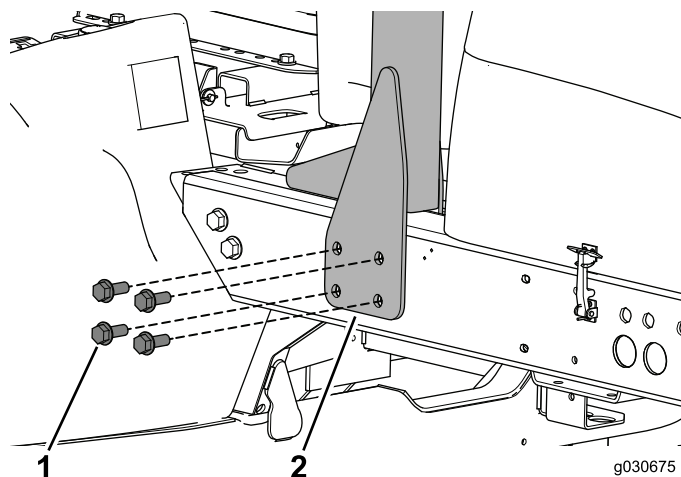

Figura 6
1. Retire los pernos que sujetan el ROPS al lado izquierdo de la máquina (Figura 6).